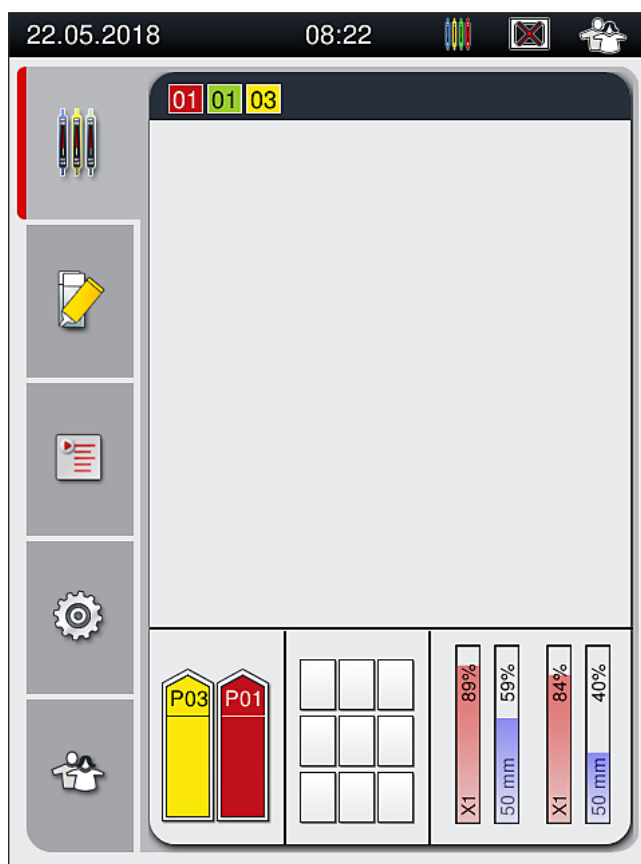

Bild 73
7. Den detekterade handtagsfärgen visas i processtatusvisningen (→ Bild 73).